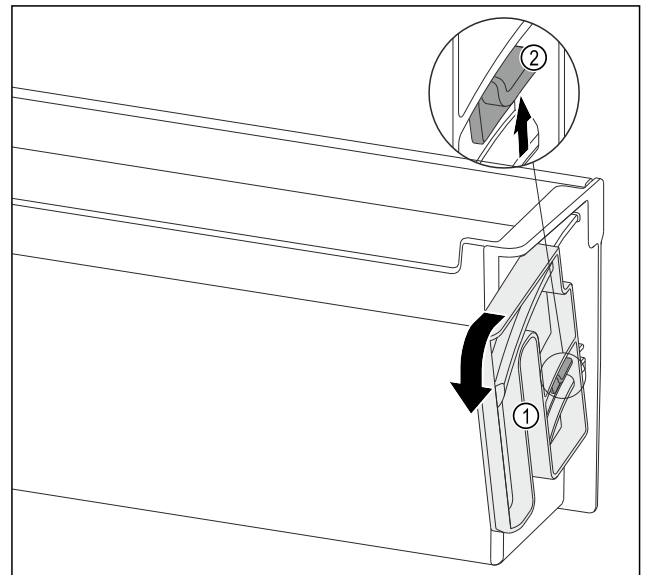

Fig. 110
- Dreheinheit Fig. 110 (1) in die angegebene Richtung bis zum Anschlag drehen.
- Lasche Fig. 110 (2) nach oben drücken und Dreheinheit Fig. 110 (1) entnehmen.